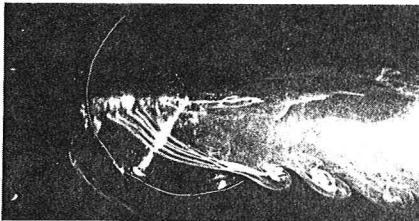

図5-2
(3) ケースB($h/H = 0.8$)・・・ケースAと同様密度界面を境に流れの様子は異なる。上層では円錐頂点から密度界面にまたがるスケールの渦が希に形成されては放出される様子が観察された。また図5-2より下層においても渦が形成されているのが分かるが、その足の位置、界面での様子ははっきりしない。